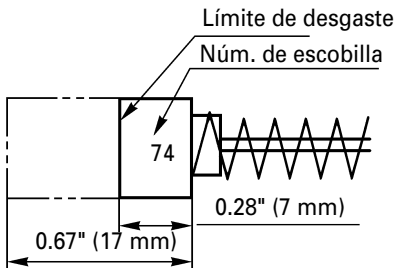

Fig. 18
4. Inspeccionar los escobillas de carbón (Fig. 18)
Utilice las escobillas HITACHI Núm. 74 indicadas en la Fig. 18.